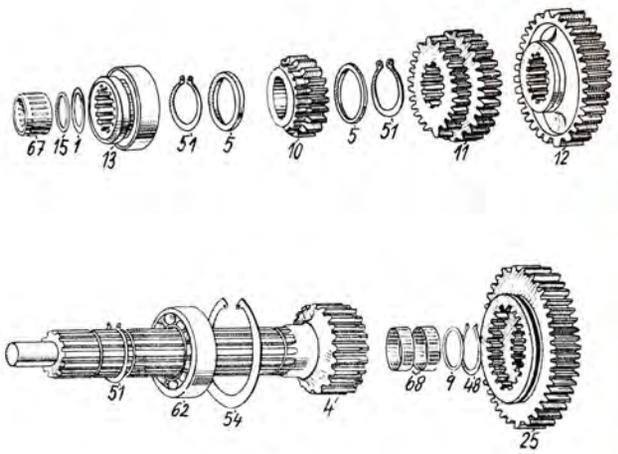

Abb. 120
3. Mit Hilfe eines Kupferdornes ist die Nutenwelle samt Lager 6310 (6210, 6311 — Abb. 120/62) in Richtung nach rückwärts herauszustossen. Die Kupplung des vierten und fünften Ganges (13), der Sicherungsring (51), der Abstützring (5), das Rad des vierten Ganges (10), der Abstützring und der Sicherungsring sind abziehen. Weiters sind von der Nutenwelle das Schaltrad des dritten und zweiten Ganges (11) und das Schaltrad des ersten und des Rückwärtsanges (12) abziehen.
5. Beim Ausbau des Lagers 6310 (6210, 6311 — Abb. 120/62) muss der Sicherungsring (Abb. 120/51) abgenommen und das Lager von der Welle her ausgepresst werden.
1. Das Lager 6310 (6210, 6311 — Abb. 120/62) ist auf die Nutenwelle aufzupressen und mit einem Sicherungsring zu sichern.
3. Die Nutenwelle mit der Kupplung des vierten und fünften Ganges (Abb. 120/13), mit dem Rad des vierten Ganges und den Schalträdern des dritten, zweiten, ersten und des Rückwärtsanges sind in die Nabe in der dritten Wand des Getriebegehäuses einzusetzen; das Lager 6310 (6210, 6311 — Abb. 120/62) ist mit einem inneren Sicherungsring (Abb. 120/54) zu sichern.